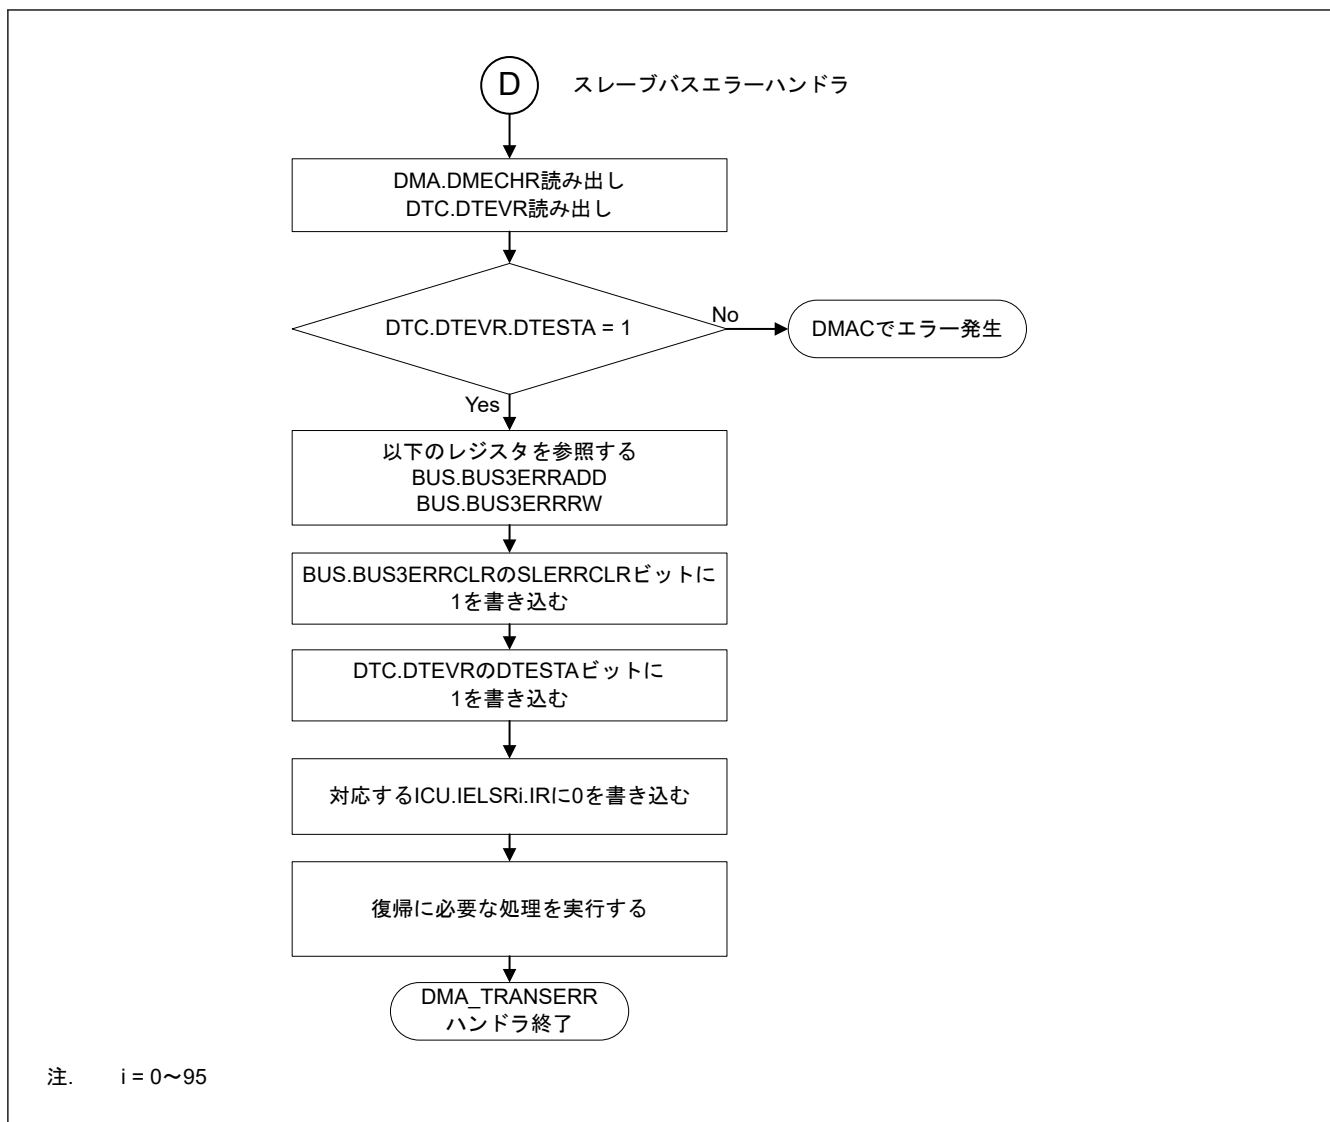

図 17.21 スレーブバスエラーの DMA_TRANSERR ハンドラにおける処理
- 図 17.21 に DTC のスレーブバスエラーが発生したベクタ番号とセキュリティ属性を確認するフローを示します。